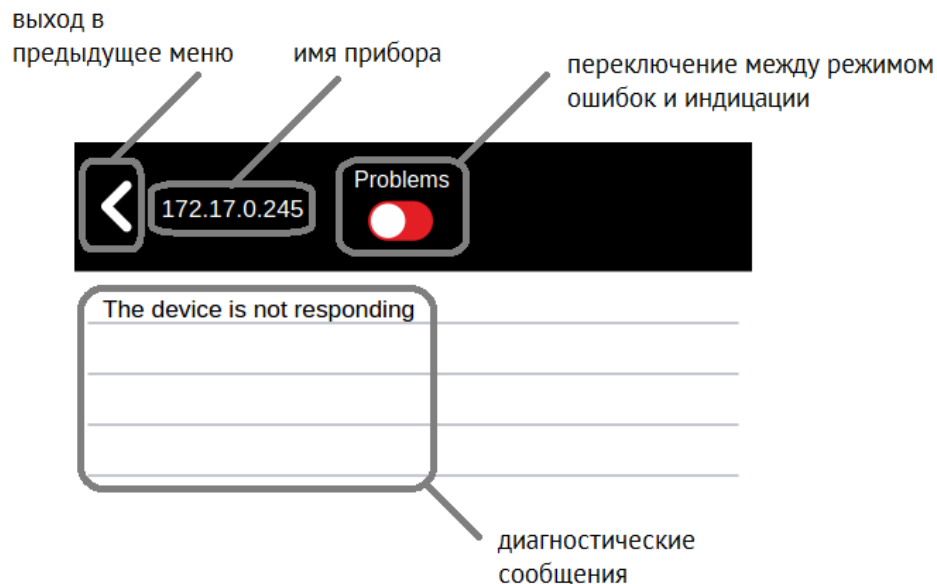

Рисунок 6.5. Третий уровень меню, сведения о РМУ «172.17.0.245».
Для перехода на третий уровень – выбираем интересующее устройство (например, 172.17.0.245); должно появиться следующее изображение (рис. 6.5):
- переключатель в левом положении («Problems»; подсвечивается красным фоном) – в этом режиме ЭНМИ будет отображать данные об ошибках опрашиваемого устройства. Также в этом разделе можно квитировать ошибку устройства: при выполнении данного действия ошибка не учитывается в счетчике ошибок (см. рис. 6.5);